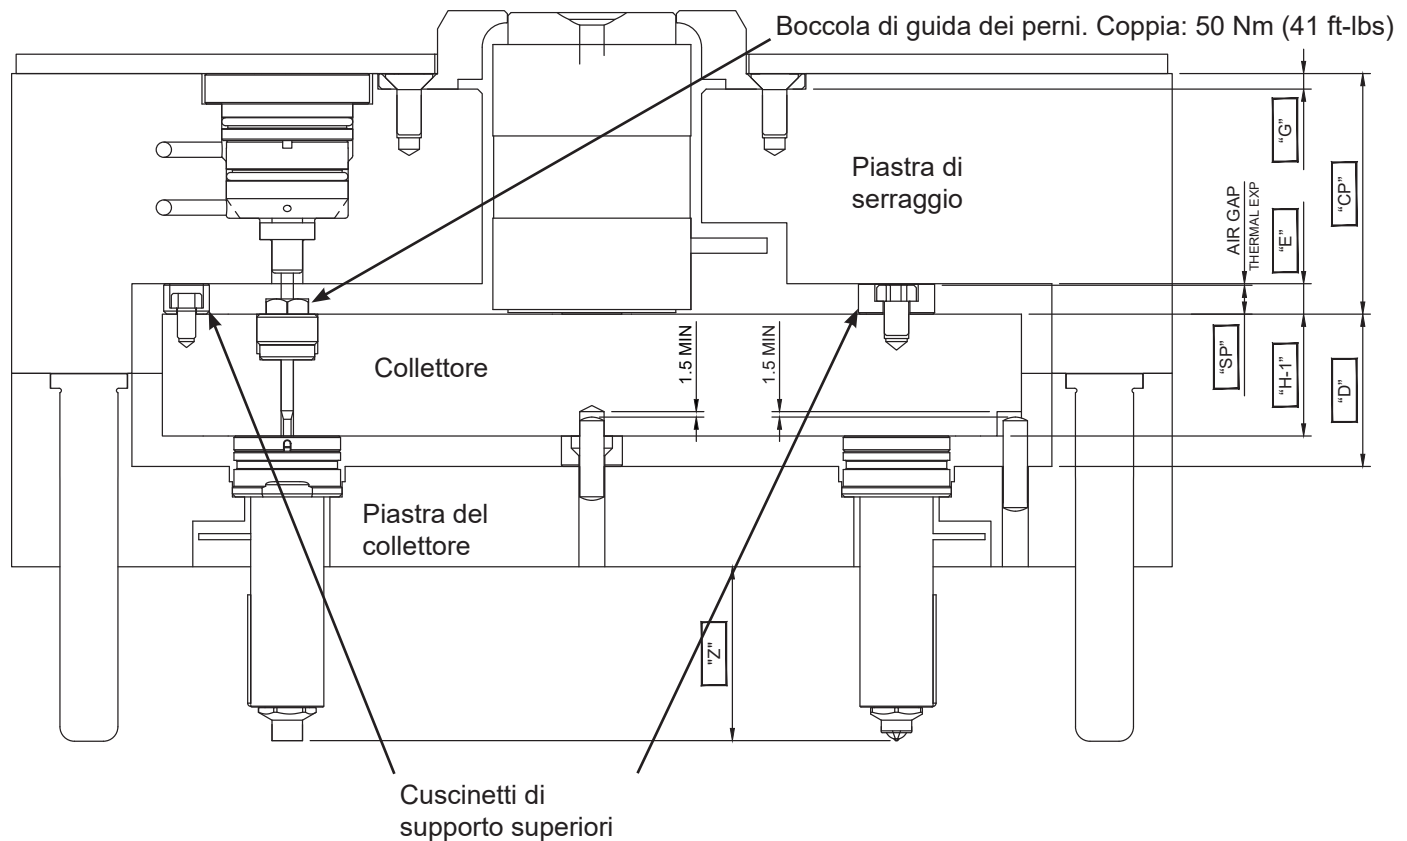

Figura 6 Posizioni dei supporti imbottiti e della boccola della guida dei perni
Tagliare e installare i cuscinetti di supporto superiori nella parte inferiore della piastra di serraggio. (Nota: i cuscinetti di supporto superiori sono realizzati con un materiale non magnetico. Realizzare un fissaggio sulla smerigliatrice per tenere il cuscinetto di supporto). Questa dimensione sarà la dimensione "E" meno il gioco d'aria (spazio libero freddo) specificato nel disegno dell'assemblaggio generale (vedere Figura 6 Posizioni dei supporti imbottiti e della boccola della guida dei perni). Registrare questa come dimensione "SP" sulla Scheda di ispezione principale.
- a. Installare la boccola di guida dei perni VG e la vite di fissaggio nei fori filettati nella parte superiore del collettore. Serrare la boccola di guida dei perni a una coppia di 50 Nm (41 ft-lbs). Vedere Figura 6 Posizioni dei supporti imbottiti e della boccola della guida dei perni.
- Installare la boccola di guida dei perni VG e la vite di fissaggio nei fori filettati nella parte superiore del collettore. Serrare la boccola di guida dei perni a una coppia di 50 Nm (41 ft-lbs). Vedere Figura 6 Posizioni dei supporti imbottiti e della boccola della guida dei perni.